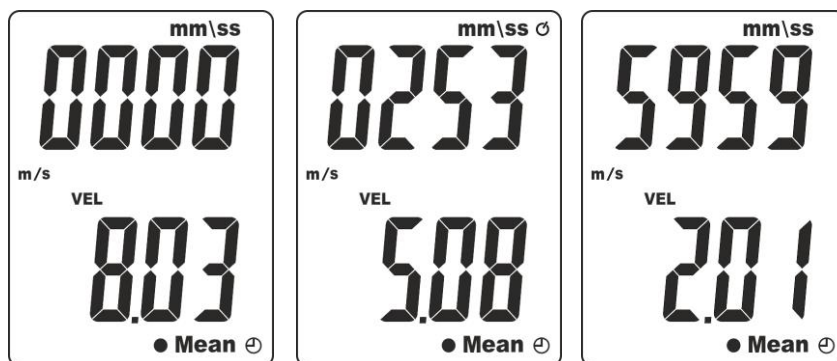

Fig. 9: Valor médio da velocidade calculado no tempo
5. Premir durante cerca de (>2s) o botão **MEAN**. Os símbolos “Mean” e “⊕” e a velocidade do ar são apresentados respetivamente na parte inferior do display e no display secundário enquanto os símbolos “0000” e “mm/ss” (Timer expresso em minutos/segundos) são apresentados no display principal (ver Fig. 9 – parte esquerda)
6. Premir o botão **ENT** para ativar o tempo de medida (campo: **1s ÷ 59min, 59sec**) indicado no display principal enquanto a velocidade do ar está sempre em execução (ver Fig. 9 – parte central referida a um tempo de medição de 2min e 53s)
8. Premir o botão **MEAN** para terminar a medição. Os símbolos “Mean” e “⊕” ficam intermitentes no display e o valor da média calculada no tempo de medida nos valores salvos com um intervalo de amostragem fixo de 1s é apresentado no display secundário (ver Fig. 9 – parte direita)
9. Para o tempo de medida de mais de **20 minutos** (ver Fig. 9 – parte direita) é necessário desativar o desligamento automático do instrumento (ver § 4.4)